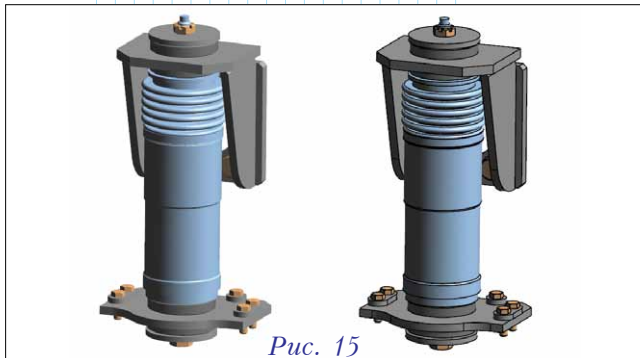

Рис. 15
- скрытие ребер при вращении 3D-модели (рис. 15);